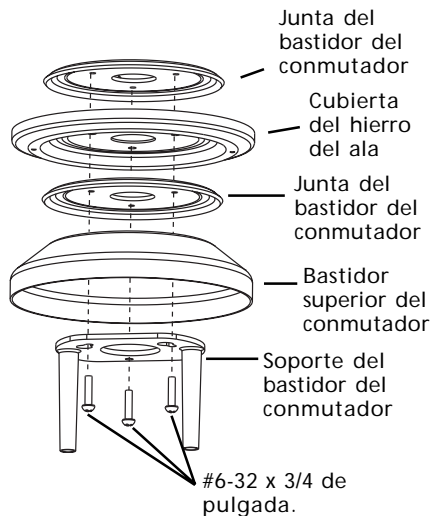

Figura 8a - Como acoplar el bastidor superior del conmutador y el ensamblado de la cubierta del hierro del ala.
Favor ver Figura 8a
3. Ensamblar las piezas tal como se demuestra en la Figura 8a. Alinear los agujeros de los tornillos en todas las piezas y meter los tornillos por los agujeros.